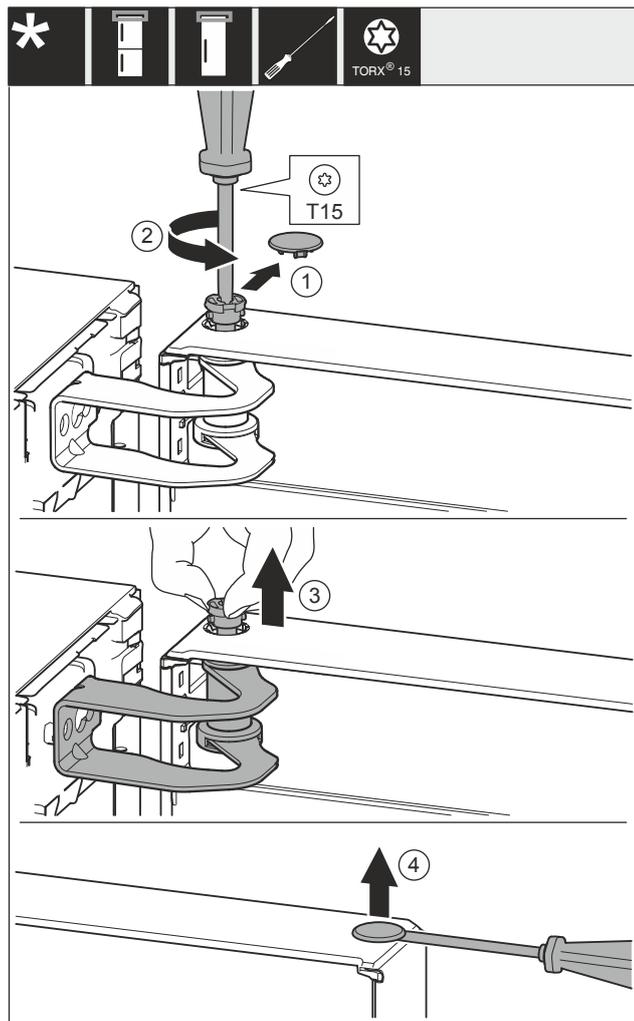

Fig. 12
- ▶ Retirer le couvercle Fig. 12 (1) avec prudence.
- ▶ Dévisser légèrement l'axe Fig. 12 (2) avec un tournevis.
- ▶ Retirer l'axe Fig. 12 (3) avec les doigts.
- ▶ Soulever et retirer le couvercle Fig. 12 (4) au moyen d'un tournevis, avec prudence.